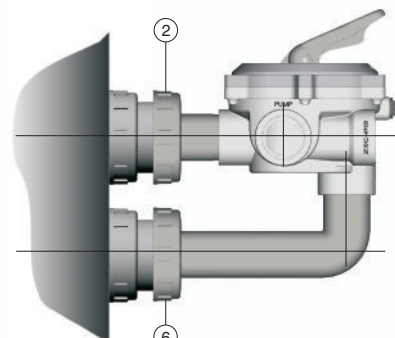

Fig. 4
4. Avvitare dolcemente la flangia (6) e fissare fortemente la flangia (2) (vedi fig. 4) in modo da ottenere il perfetto allineamento della valvola. Smontare la flangia (6) e il gomito (5) e pulire le superfici da incollare, con solvente. Utilizzare collante per ABS. Applicare il collante sia sul gomito sia nel corrispondente foro della valvola. Posizionare, di nuovo (vedi fig. 4), serrando la flangia (6), la valvola, lasciando che indurisca per almeno due ore prima di far funzionare l'impianto.
4. Mutter (6) leicht andrehen und Mutter (2) fest anziehen gem. Abb. 4, so dass das Ventil perfekt in Linie ist. Mutter (6) und Knie (5) wieder abmontieren und die Klebezonen mit einem Lösemittel reinigen. Einen ABS Kleber auf das Knie und das Ventil auftragen. Beide Teile wieder gem. Abb. 4 befestigen und Mutter (6) fest andrehen. Vor Inbetriebnahme 2 Stunden trocknen lassen.